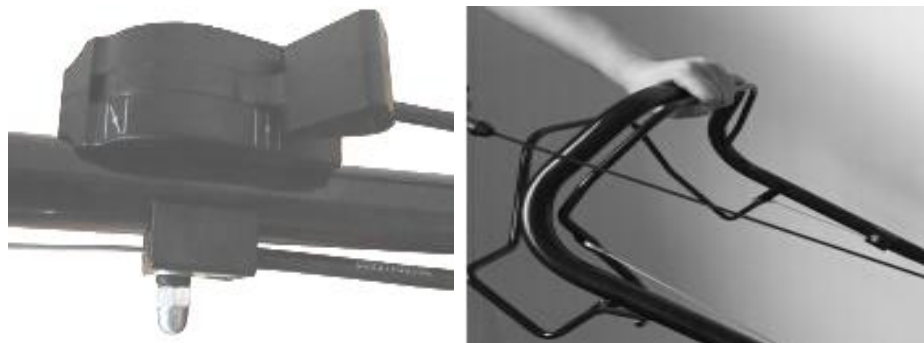

Fig.8a Fig.8b
2. o arranque a frio, girar a alavanca do acelerador da posição do acelerador **III**. (Fig. 8A)
Um aquecimento do motor em funcionamento, rode a alavanca do calço o acelerador para **III**. (Fig. 8A)